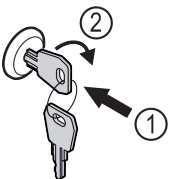

Fig. 120 Beispielhafte Darstellung
- ▶ Schlüssel hineindrücken Fig. 120 (1).
- ▶ Schlüssel um 90° im Uhrzeigersinn drehen Fig. 120 (2).